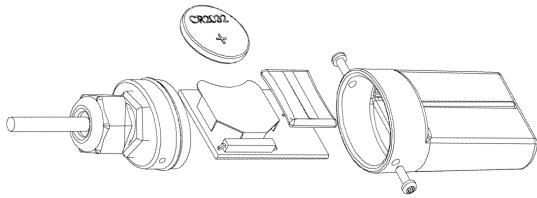

Abbildung 4: Batteriewechsel
1. Siehe Abbildung 4. Entfernen Sie die beiden Schrauben, mit der die Endkappe am Gehäuse befestigt ist, und entfernen Sie die Kappe. Die Leiterplatte ist an der Kappe befestigt.